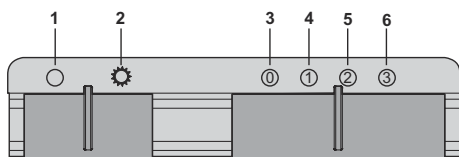

Fig. 22
1. ➤ Sluk belysning (Fig. 22).
2. ➤ Tænd belysning (Fig. 22).
3. ➤ Sluk motor (Fig. 22).
4. ➤ Motor trin 1 (Fig. 22).
5. ➤ Motor trin 2 (Fig. 22).
6. ➤ Motor trin 3 (Fig. 22).